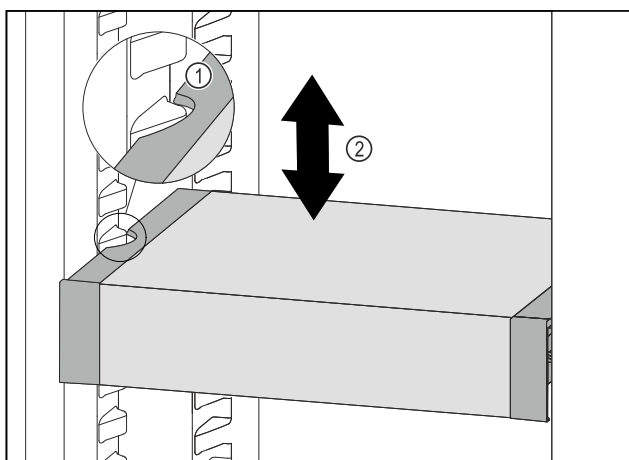

Fig. 77
- Tire del VarioSafe hacia delante hasta que los huecos laterales del VarioSafe se encuentren a la altura de la nervadura del recipiente en el compartimento del frigorífico. Fig. 77 (1)
- Mueva el VarioSafe hacia arriba o hacia abajo en el compartimento del frigorífico hasta alcanzar la altura deseada. Fig. 77 (2)